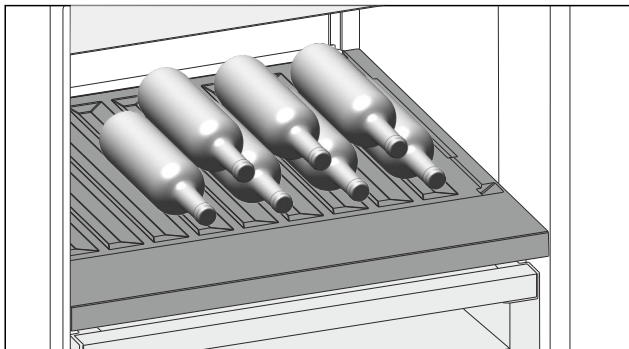

Fig. 99
- ▶ Introduceți sticlele cu fundul în spate, către peretele posterior. (vezi Fig. 99)